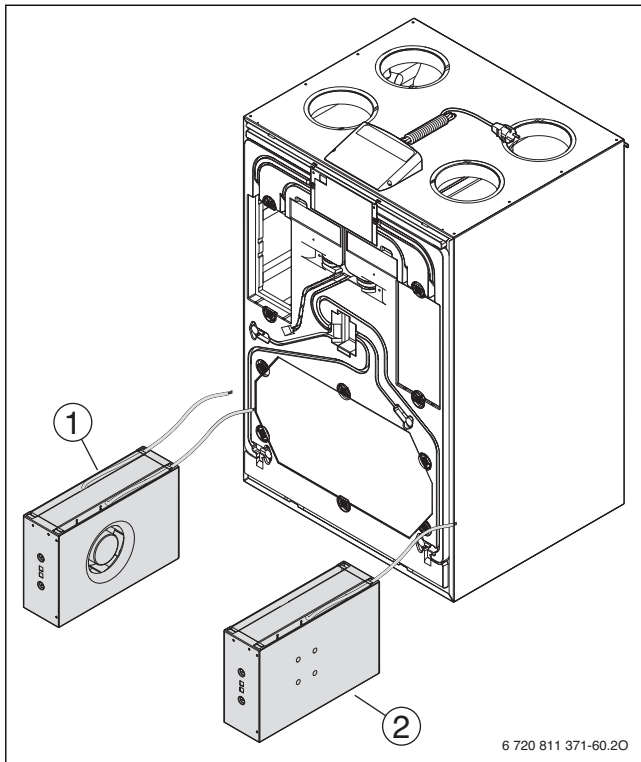

Bild 20
- ▶ Die Gebläse gegeneinander tauschen und um 180° drehen. Die Gebläseöffnungen zeigen nach innen und die Kabel nach hinten (zum Gerät hin. Das Gebläse mit dem Heizregister steht jetzt links (→ Bild 20).